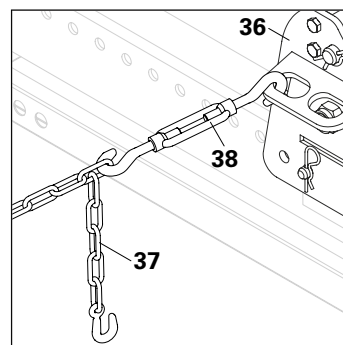

Fig. A10.02d
4. Hæng bardunstrammeren (38) i en boring i lasken på bjælkeholderen. (Fig. A10.02d)
5. Hæng bardunstrammeren (38) i forskallingskæden (37). (Fig. A10.02d)